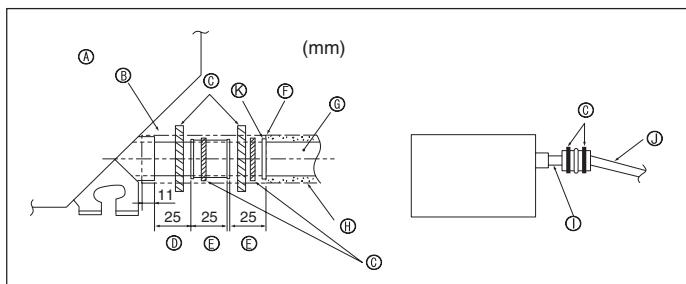

Fig. 5-2
⑨ PVC-rör, O.D. ø32	⑪ Nedåtgående lutning (1/100 eller mer)
⑩ Så stort som möjligt	⑫ PVC-rör, O.D. ø38 för grupperade rör. (9 mm eller mer isolering)
⑪ Inomhusenhet	⑬ Upp till 85 cm
⑫ Se till att en stor rörstorlek används för grupperade rör.	⑭ Grupperade rör
- Anslut dräneringsmuffen (medföljer enheten) till dräneringsöppningen. (Fig. 5-2) (Montera slangen med PVC-lim och säkra sedan med ett band.)